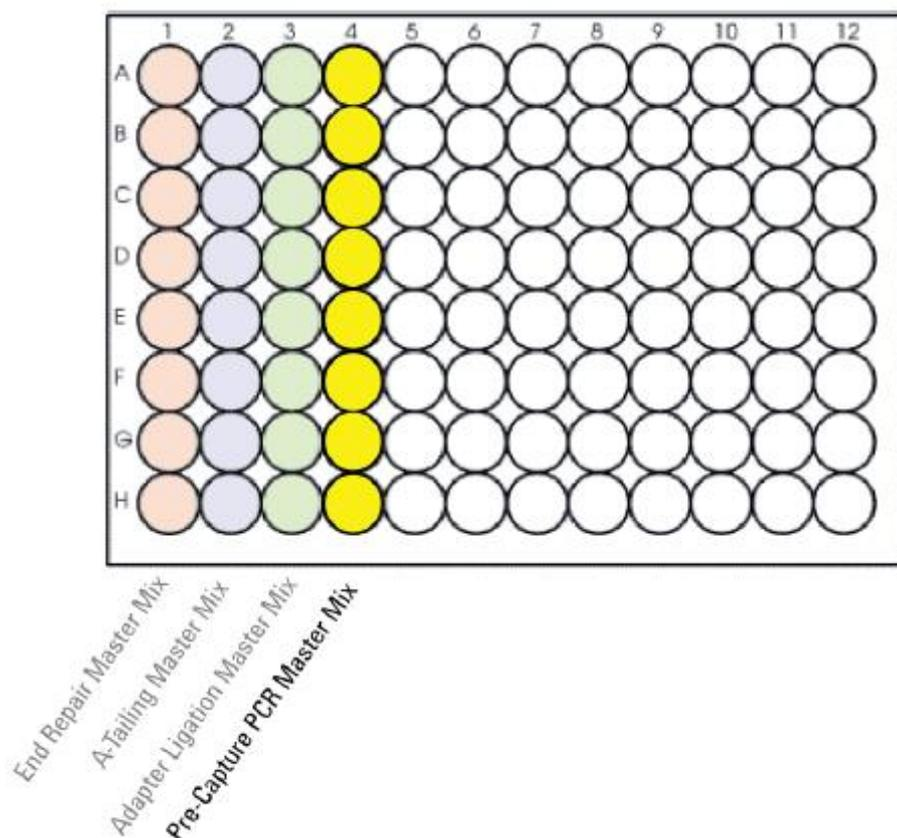

図 7 Pre-CapturePCR_XT_Illumina_v1.5.pro 用マスターミックスソースプレートの状態。カラム 1-3 は前のプロトコルでマスターミックスを分注する際にすでに使用しています。
5. LibraryPrep_XT_Illumina_v1.5.rst ランで使った同じ Nunc DeepWell マスターミックスソースプレートを使い(ウェル内に結露がみられた場合は新しいプレートを使用)、表 19 に示された量の PCR マスターミックスをマスターミックスソースプレートのカラム 4 のすべてのウェルに加えます。マスターミックスソースプレートの最終的な状態は図 7 のようになります。